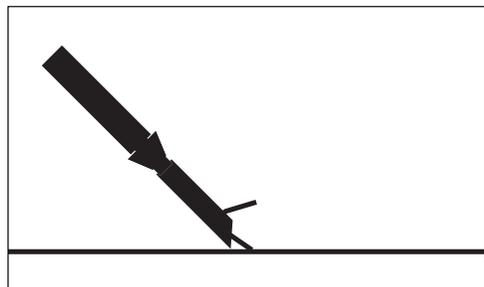
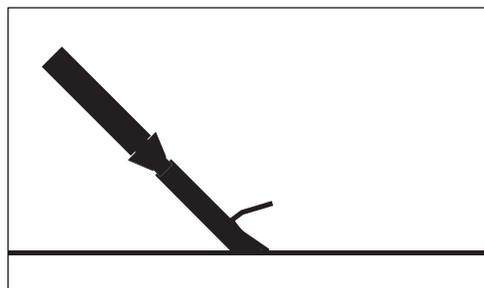

FIG. 7
FIG. 7.1
- Normalement, le biseau vers le haut convient pour le béton (Figure 7), et vers le bas pour le bois, par ex. Gypcrete (Figure 7.1).